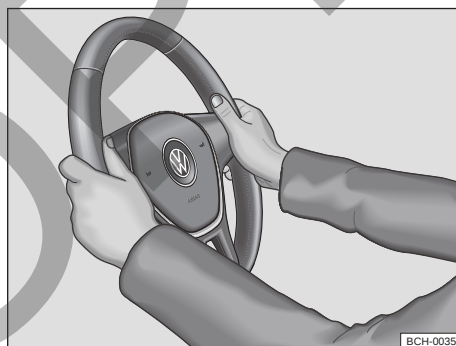

Fig. 65 En el volante: posición 9 y 3 horas.
- Ajustar la posición del volante de forma que pueda sostenerlo lateralmente por el borde exterior en las posiciones equivalentes a las 9:00 y a las 3:00 → fig. 65 con ambas manos y los brazos ligeramente doblados.
- Empuje la palanca ① siempre por su mango con firmeza hacia arriba después del ajuste, para bloquear la posición del volante.
- Durante la conducción, siempre sujete el volante con ambas manos lateralmente en el borde externo en la posición equivalente a las 9:00 y a las 3:00 → fig. 65, para reducir las lesiones provocadas por un disparo del airbag frontal del conductor.